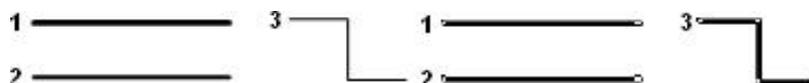

Рисунок 279 – Команда «Выровнять по толщине линии»
**Команда «Выровнять по толщине линии»** выравнивает толщину линии по первой выделенной линии (рисунок 279).